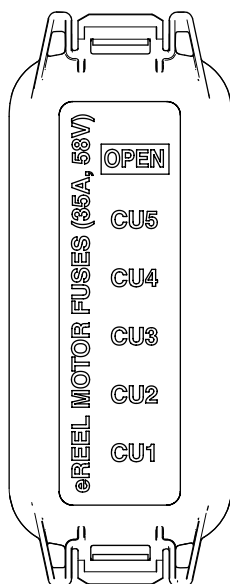

Bild 106
2. Entriegeln Sie das Sitzunterteil, klappen Sie das Sitzunterteil auf und stützen Sie es mit den Stützstangen ab (Bild 106).